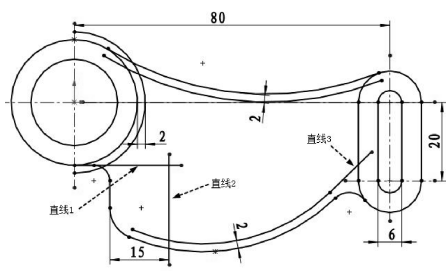

图 2-125 绘制 3 条直线
- 单击【直线】按钮，绘制 3 条直线，如图 2-125 所示。